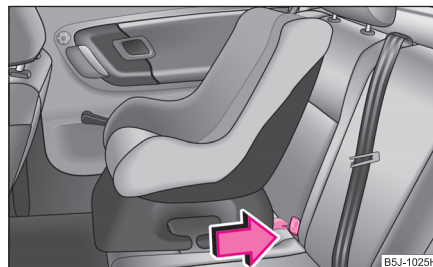

Abb. 132 Der ISOFIX-Kindersitz wird in die montierten Aufnahme-trichter geschoben
- Schieben Sie die Rastarme des Kindersitzes über die montierten Aufnahmetrichter in die Halteösen, bis er hörbar einrastet ⇒ **Abb. 132**.